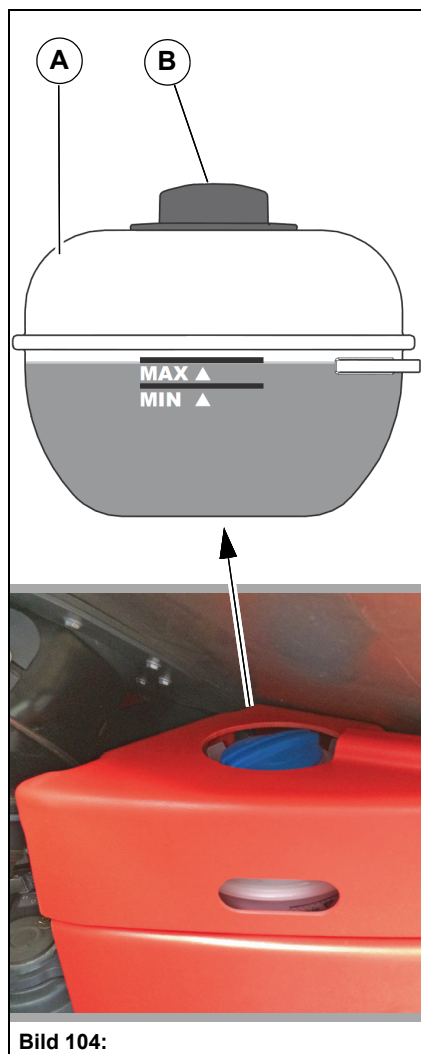

Bild 104:
Kontrollera kylvätskenivån i expansionskärlet **Bild 104-A** dagligen och fyll på vid behov.
3. Skruva försiktigt och stegvis ut locket **Bild 104-B** från expansionskärlet.